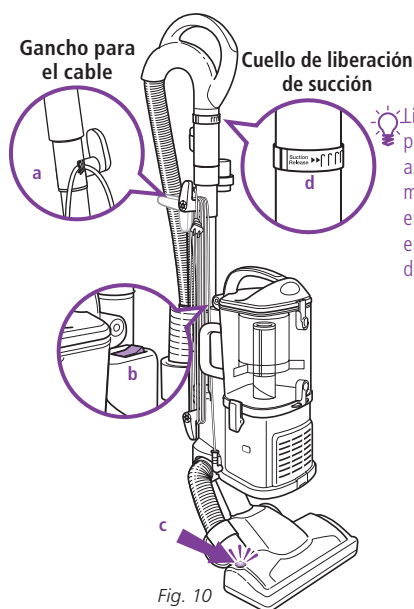

Fig. 10
- 2 Enganche el cable de alimentación en el gancho para el cable (a). (Fig. 10)
- 3 Coloque la llave de encendido (b) en la posición "I" para aspirar pisos lisos (succión únicamente) o en la posición "II" para encender el cepillo eléctrico para pisos (para aspirar alfombras y tapetes). (Fig. 10)
⚠ IMPORTANTE: La luz indicadora del cepillo eléctrico (c) se encenderá verde cuando el cepillo eléctrico esté encendido, o rojo si está trabado. (Fig. 10) Esta función está diseñada para proteger la correa permanente que mueve el cepillo eléctrico. Consulte "Verificación de obstrucciones" en la página 33.
- 5 Debido a la gran potencia de succión de esta aspiradora, en algunos casos podría ser necesario ajustar el control de succión del mango. (Fig. 10) Si la aspiradora se vuelve difícil de mover o si levanta los tapetes, ajuste el control de succión girando el cuello 90° en sentido contra horario para abrir la válvula. Gire el cuello en sentido horario para cerrar la válvula cuando necesite alta succión y para aspirar pisos.